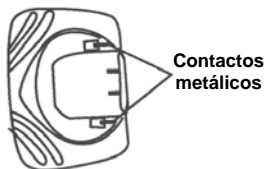
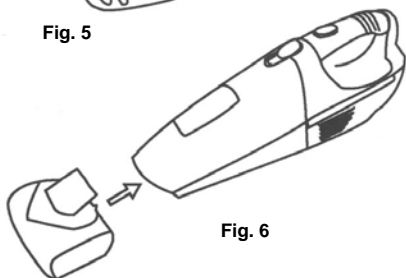

Fig. 5
Fig. 6
2. Inserte firmemente el cepillo eléctrico (Fig. 5) dentro de la boquilla de succión del recipiente para la tierra asegurándose de que los contactos toquen las ranuras de conexión de la unidad. (Fig. 6) Este cepillo eléctrico es para aspirar alfombras bajas o tapetes.